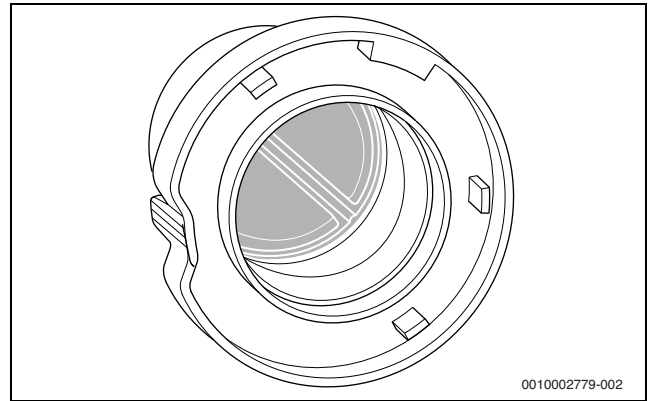

Bild 74 Membran in der Mischeinrichtung
- ▶ Mischeinrichtung ausbauen (→ Bild 74).